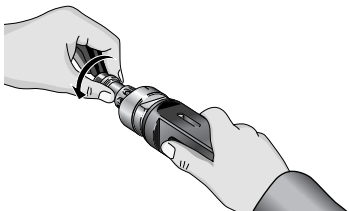

Figura 9 – Introducción del perno de tracción
4. Introduzca el perno de tracción a través del acoplamiento y dentro del expansor. Con la mano, apriete bien el perno de tracción (*Figura 9*). Asegure que el acoplamiento esté asentado sobre la